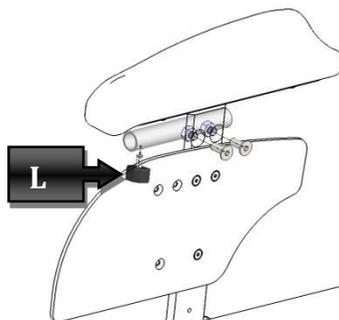

Figura 30
Para montar o tabuleiro é necessário fixar primeiro o tubo de fixação ao apoio de braço direito e ao apoio de braço esquerdo, conforme evidenciado na Figura 30.
Depois do tabuleiro ter sido inserido use a alavanca (L) constante na Figura 30 para fixá-lo.
Para ajustar a profundidade do tabuleiro desparafuse o botão (L) evidenciado na Figura 30, escolha a profundidade desejada e aperte novamente o botão.